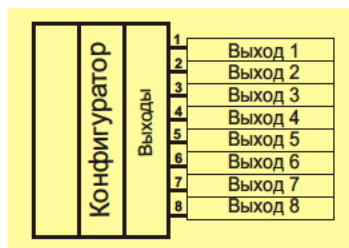
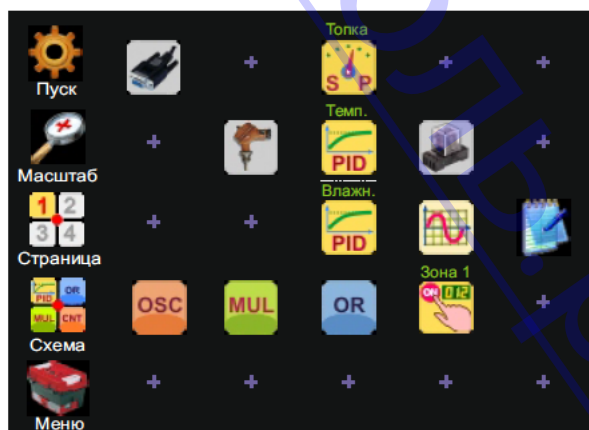

Рис. 80. Структура функционального блока "Задатчики"
Рис. 82. Меню Процесс (схема).
9.4.3 Блок **Задатчики** позволяет задать 8 значений задатчиков и подключить в необходимую точку схемы. Блок имеет 8 выходов. В схеме данная функция может быть использована до 96 раз. Схематическое изображение архитектуры блока **Задатчики** смотрите на Рис. 80.
9.4.4 **Конфигуратор** блока имеет 9 конфигурационных окон. В конфигурационных окнах с 1 по 8 устанавливаются значения задатчиков, а также, присваиваются имена каждому задатчику, которые располагаются под соответствующими конфигурационными окнами в опции Конфигуратор, меню Процесс и в таблице соединений (Рис. 80). В 9 ом окне присваивается имя данному блоку, которое располагается над блоком в меню Процесс (Рис. 82).
9.4.5 В меню **Процесс** организация, функции и внешний вид блока Задатчики идентичны конфигурактору. Отличие состоит лишь в том, что в меню Создать, в схеме, над пиктограммой блока находится присвоенный порядковый номер (приоритет), а в меню Процесс название блока (Рис. 82).